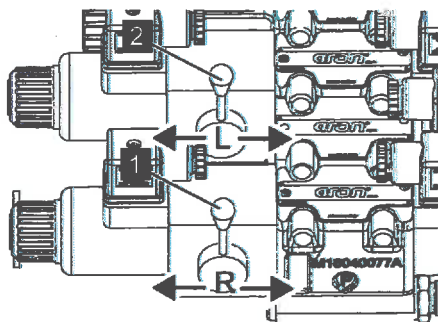

Abb. 95: Kettenfahrwerk fahren
3. Zum Fahren des **rechten Kettenfahrwerks** gleichzeitig den grünen Taster für den Servicebetrieb drücken und die vordere Nothandbetätigung (Abb. 95/1) bedienen:
Zum Fahren des **linken Kettenfahrwerks** gleichzeitig den grünen Taster für den Servicebetrieb drücken und die hintere Nothandbetätigung (Abb. 95/2) bedienen: